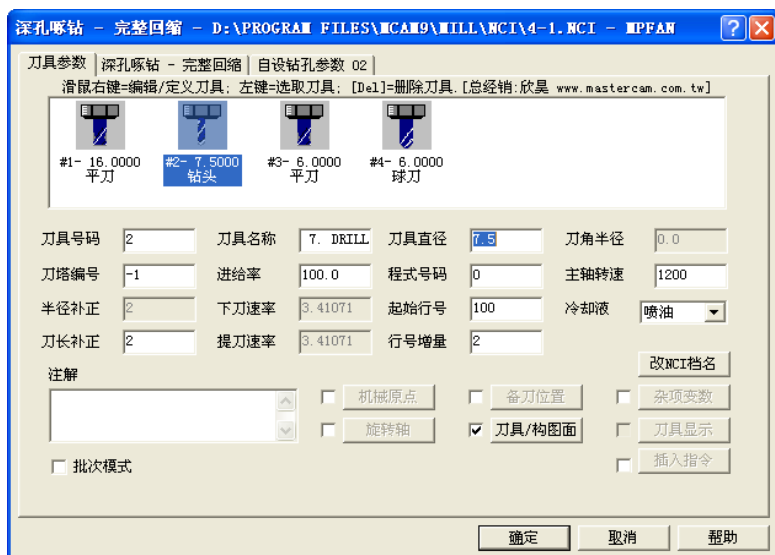
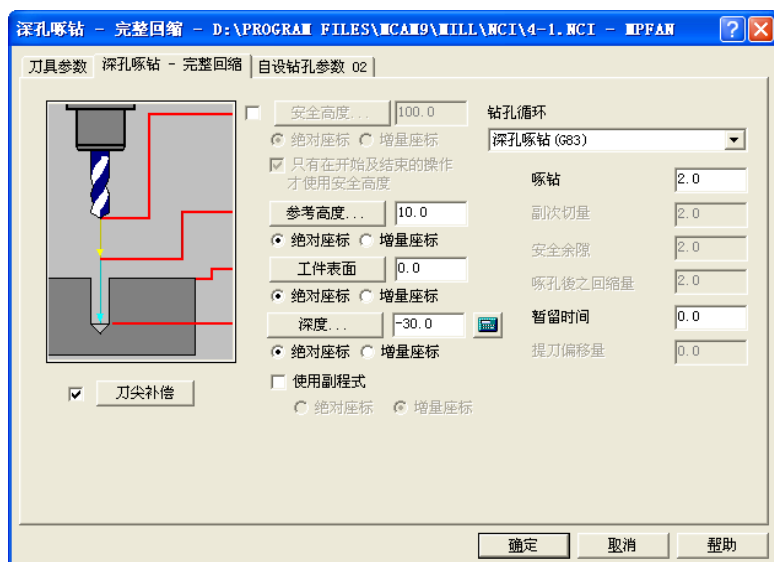

图 4-9 钻孔刀具参数
图 4-10 钻孔参数
3) 从刀库中选择 $\phi 7$ 钻头, 单击鼠标右键, 弹出“定义刀具”对话框, 将其直径改为 7.5, 其余默认退出。在“刀具参数”选项卡中输入进给率: 100.0、主轴转速: 1200, 冷却液: 喷油, 如图 4-9 所示。图形选择  $6 \times \phi 8$  孔, 选择“深孔啄钻-完整回缩”选项卡, 输入工件表面: 0.0、深度: -30.0, 勾选“刀尖补偿”, 其余参数默认, 如图 4-10 所示。